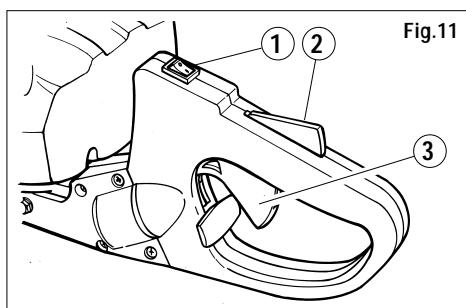

Fig.11
2) Premere l'interruttore di arresto (fig. 11 part.1) sulla posizione "ON".
5) Afferrare l'impugnatura posteriore con la mano sinistra premendo con il palmo il blocco acceleratore (fig.11 part.2), si libera in questo modo il movimento della leva acceleratore (fig.11 part. 3).
- 1) Per arrestare il motore, portare l'interruttore (fig.11 part. 1) nella posizione "OFF".